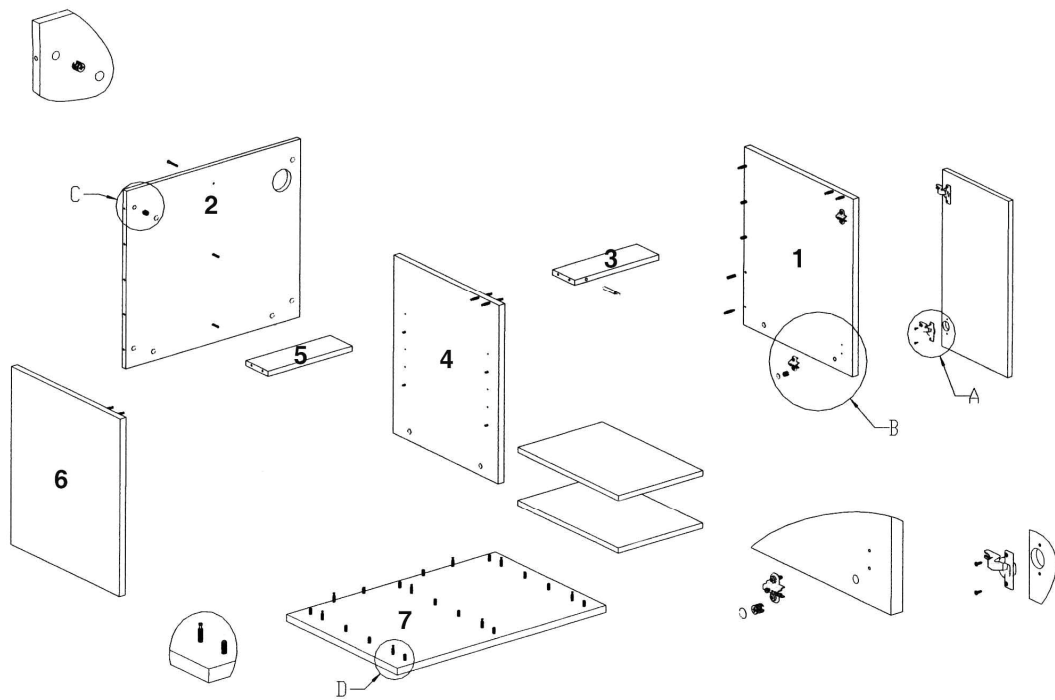

Abb. 1: Schrank
2. Aufbau des Unterschranks (siehe Abb. 1)